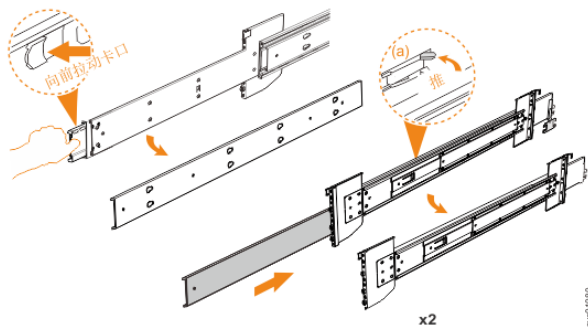

图 55. 拆下内部导轨部件
3. 卸下导轨的内部构件。推动卡口 (a)，并向后滑动中间的导轨构件，如第 52 页的图 55 中所示。